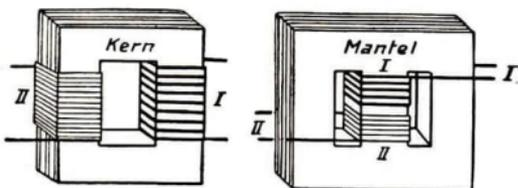

Abb. 388. Kern- und Manteltransformator
2. Wichtig sind die Wechselstromumformer (Abb. 388). Sie bestehen aus zwei Spulen *I* und *II* (der **Primär-** und der **Sekundärspule**), die auf einem gemeinsamen Eisenkern gewickelt sind. Man unterscheidet Mantel und Kernumformer.